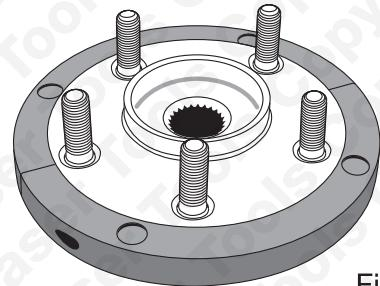

Fig 2
- Fare riferimento alla Fig 2: assemblare le valve di inserimento (A) sul nuovo cuscinetto/flangia e fissare con le viti di fermo (D) fornite.
- Assemblare le quattro perni di forzatura (E) alla piastra di forzatura (B). L'O-ring di gomma sul perno di forzatura lo fisserà nella bussola della piastra di forzatura.